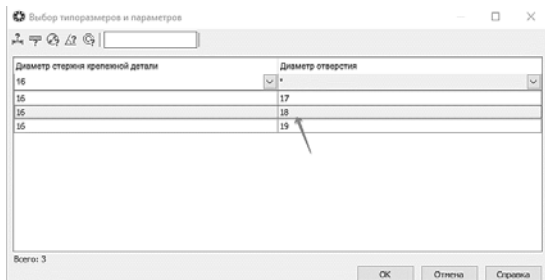

Рис. 73. Выбор типоразмера
6.15 Система предложит три варианта отверстий разного диаметра. Укажите нужное значение J (в соответствии с вариантом) и нажмите кнопку ОК (рис. 73).